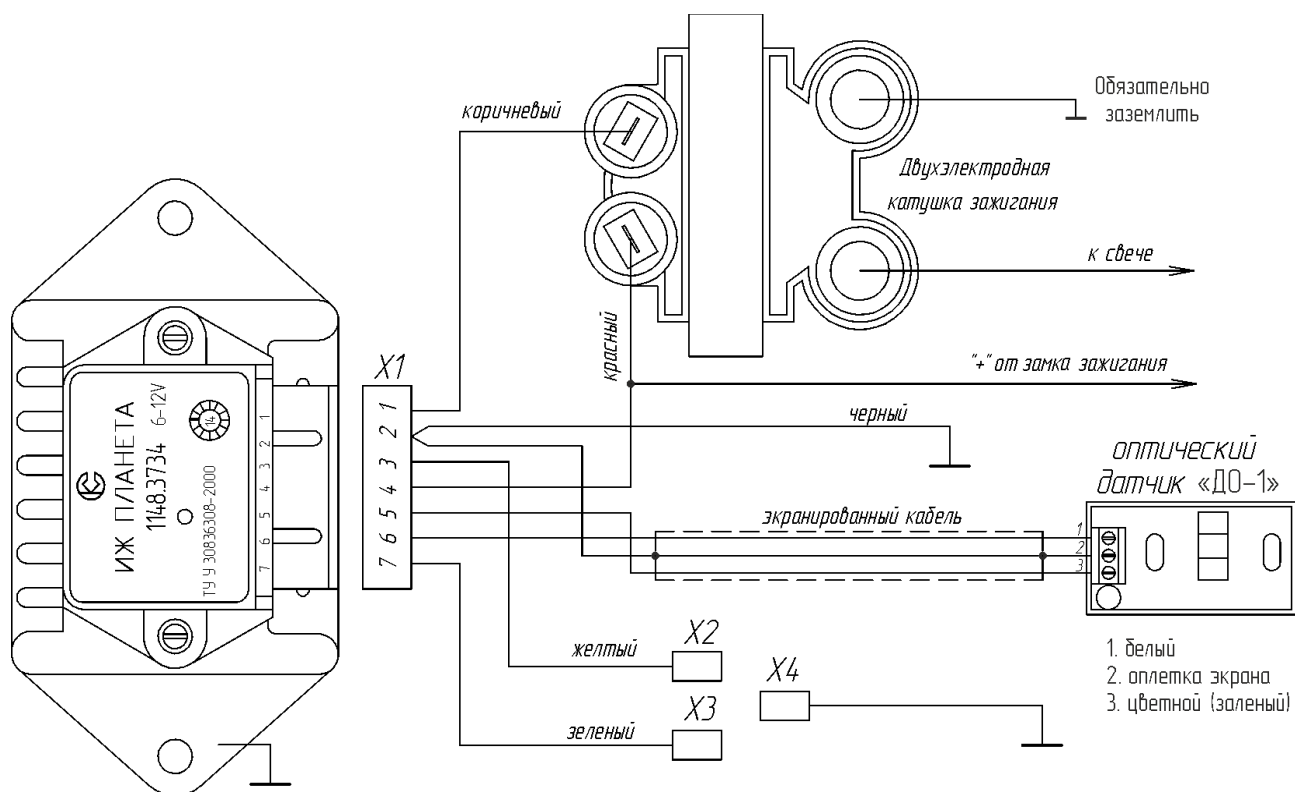

Рис. 1. Схема установки МПБСЗ
4.8. Установите на мотоцикл катушку зажигания и высоковольтные провода с распределенным сопротивлением (любые силиконовые автомобильные). Присоедините коричневый провод (контакт 1 X1) к одному из контактов катушки, присоедините ко второму контакту катушки зажигания красный провод (контакт 4 X1), к этому же контакту (проводу) присоедините провод «+» от замка зажигания (См. рис.1).
4.9. Клемму черного провода (от контакта 2 X1) присоедините к массе мотоцикла. Для этого рекомендуется его прикрутить винтом, который находится под сидением и заземляет регулятор напряжения. Этим же винтом прикрутить клемму провода (с комплекта поставки) длиной 20 см, с «папой» штыревого клемника на другом конце. Цвет этого провода не регламентирован. На схеме рис.1 он показан идущий от «земли» к разъёму X4.